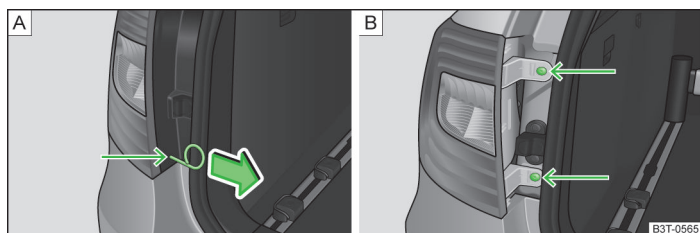

Fig. 208 Desmontar cubierta/lámpara
- Meter el estribo en el orificio por el punto indicado por una flecha para retirar los tapacubos integrales » página 241, *Equipo de herramientas a bordo* » fig. 208 - A.
- Retirar la cubierta en la dirección de la flecha » fig. 208 - A.
- Desenroscar la luz con la llave del equipo de herramientas a bordo » fig. 208 - B.